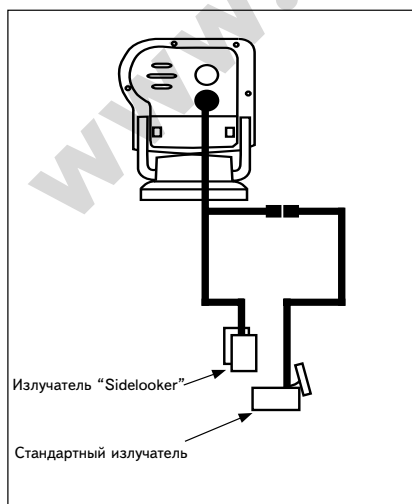

Рис.2-14
1. Если предполагается установка излучателя бокового обзора “Sidelooker”, следует проложить второй кабель к эхолоту так, как это показано на рис.2-14. На кабеле излучателя “Sidelooker” имеется ответвление для подключения кабеля стандартного излучателя.